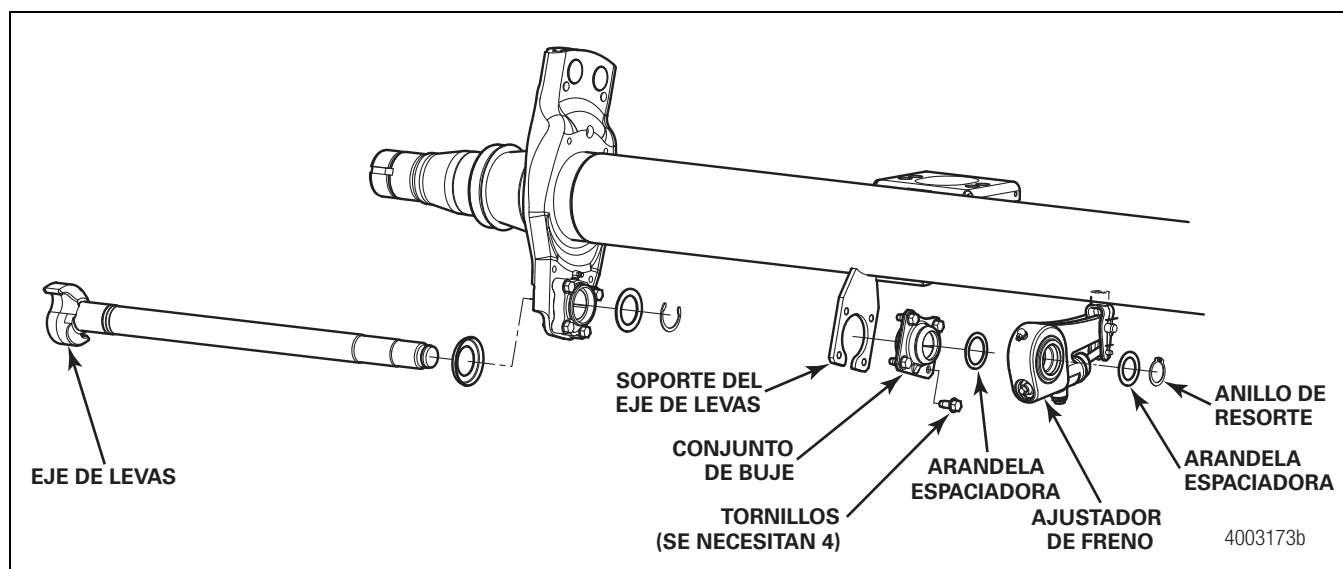

Figura 3.15
7. Desmonte el anillo de resorte, el ajustador de freno y las arandelas espaciadoras de la ranura del eje de levas. Figura 3.15.